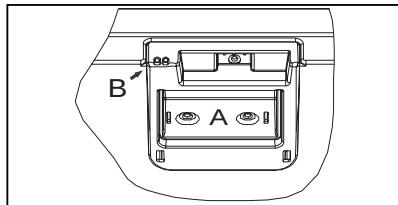

Abbildung 4.
8.2. Innenbeleuchtung (Abb. 4.)
2. Setzen Sie anschließend das Türsignal zurück, indem Sie die Fernbedienung auf den Türsensor richten (Abb. 4 B) und die Taste drücken.